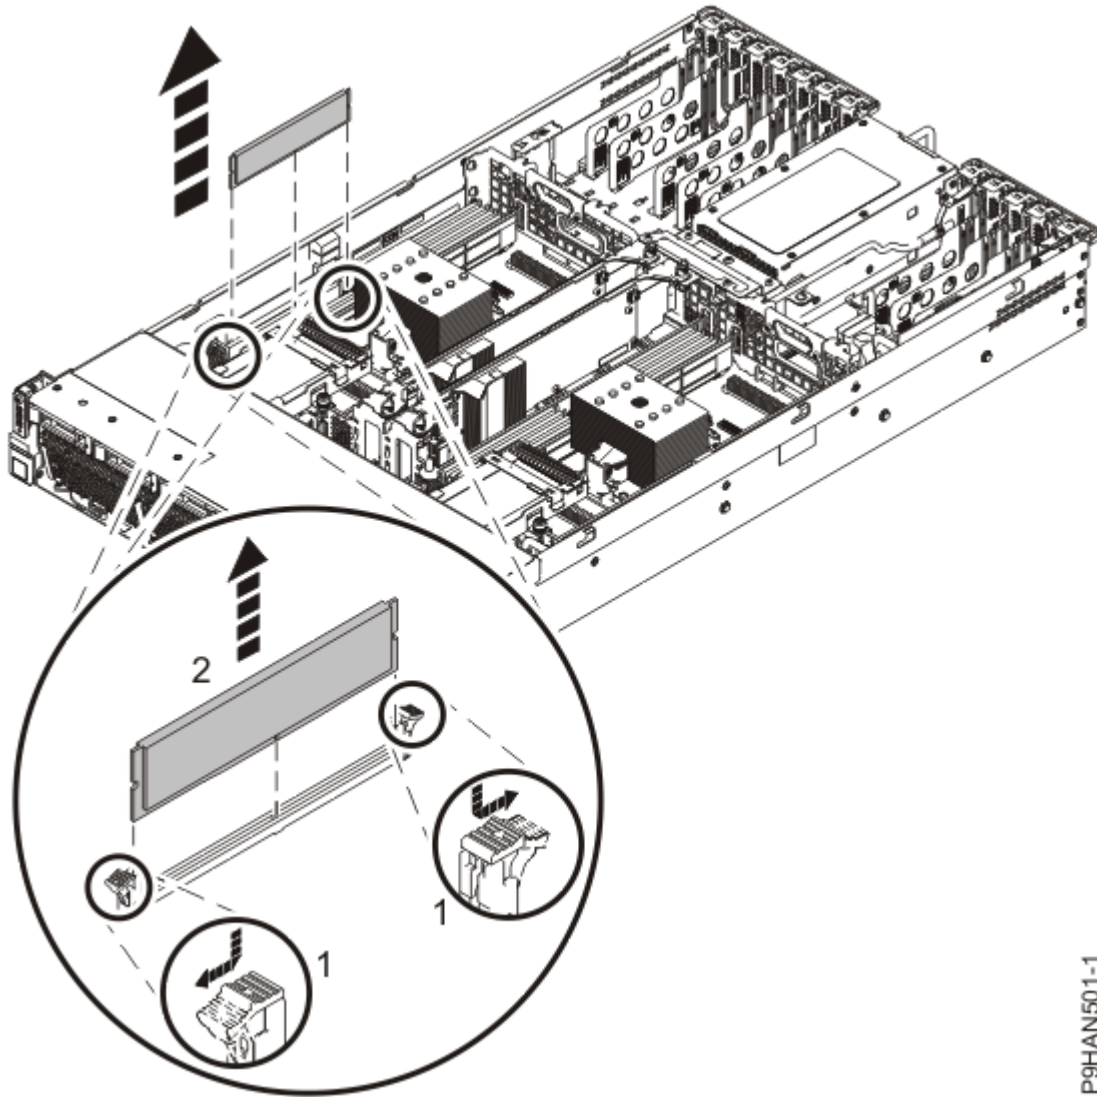

Abbildung 21. Speichermodul ausbauen
3. Um das Speichermodul am Anschluss zu entriegeln, drücken Sie gleichzeitig die beiden Sperrzungen vom Modul in die in Abbildung 21 auf Seite 29 gezeigte Richtung.